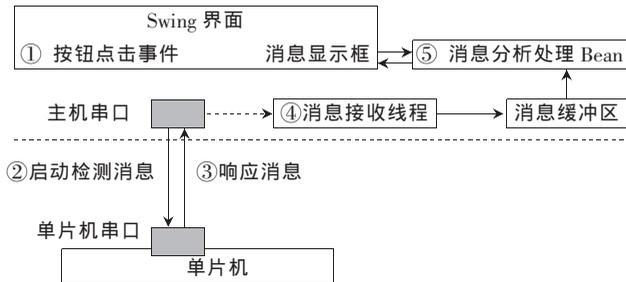

图 1 Java 串口通信的消息处理过程
本文的串口通信是上位工控机与下位单片机之间的通信。工控机通过触摸屏方式来使用系统,下位单片机连接绝缘检测笔实现绝缘电阻的检测,并将检测过程的结果发送给上位机。本文仅介绍主机方的 Java 串口通信编程处理技术,如图 1 所示的虚线上方部分,包含消息接收线程、Swing 事件驱动应用界面、消息缓冲区、消息分析处理程序。其中:①在图形应用界面中通过用户的操作来触发事件实现与单片机的通信;②主机通过串口向单片机发送启动检测的消息;③单片机在收到消息后,将启动检测,并将传感器获取的数据通过串口发送给主机作为响应;④数据接收